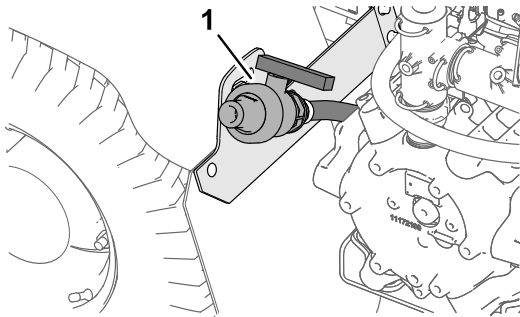

Bild 37
2. Ermitteln Sie das Behälterentleerungsventil am hinteren Kotflügel an der linken Seite der Maschine (Bild 37).